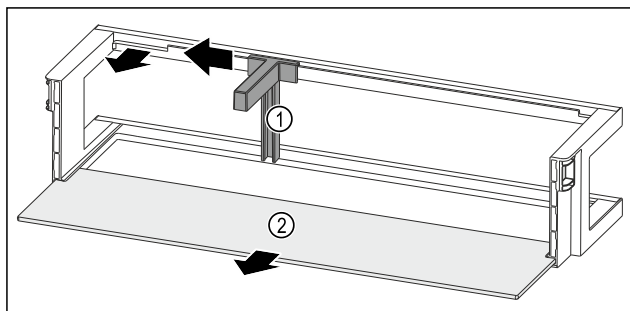

Fig. 97 Dveřní přihrádka s držákem lahví a odkládací plochou
- Držák lahví Fig. 97 (1) posuňte na stranu až k vybrání.
- Držák lahví Fig. 97 (1) odeberte.
- Odkládací plochu Fig. 97 (2) odeberte.